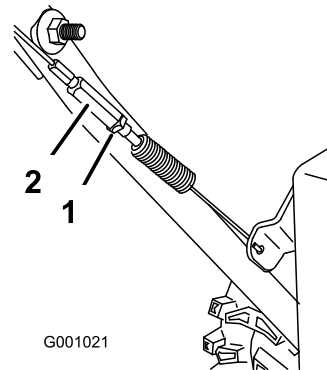

Bild 24
- Ziehen Sie dann die Klemmmutter fest (Bild 24).